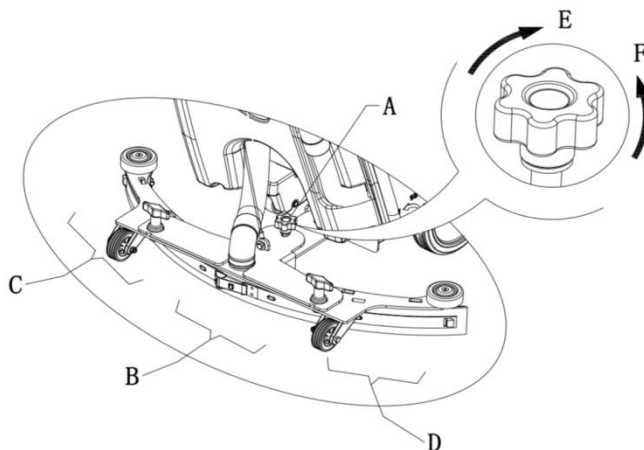

Figura 6
1. Installare il tergipavimenti e avvitare il dado (16), quindi connettere il tubo di aspirazione (11) al tergipavimenti.
2. Regolare il tergipavimenti mediante la manopola di regolazione del tergipavimenti (A, Figura 6).
- a) Se c'è uno spazio vuoto tra il suolo e la sezione intermedia della lama del tergipavimenti posteriore (B), regolare il pomello (A) in senso antiorario (F) finché ogni sezione della lama del tergi pavimento aderisce perfettamente al suolo, e la lama frontale tocchi il suolo leggermente.
- b) Se c'è uno spazio vuoto tra il suolo e entrambe le estremità della lama posteriore (C e D), regolare il pomello (A) in senso orario (E) finché tutte le sezioni della lama siano bene a contatto con il suolo e la lama frontale tocchi il suolo leggermente.